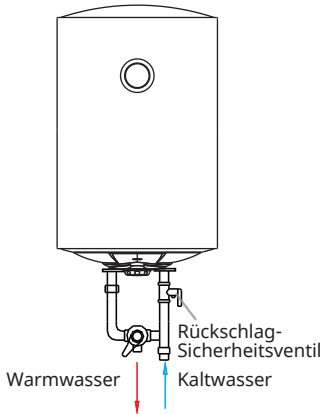

Abbildung 5
- Das dem Erhitzer beigefügte Multifunktionsventil muss am Kaltwasserzulauf des Erhitzers installiert werden (siehe Abb. 5).
**Vorsicht:** Das dem Warmwasserbereiter beigegefügte Multifunktionsventil muss am Kaltwasserzulauf des Erhitzers installiert werden (siehe Abb. 5).